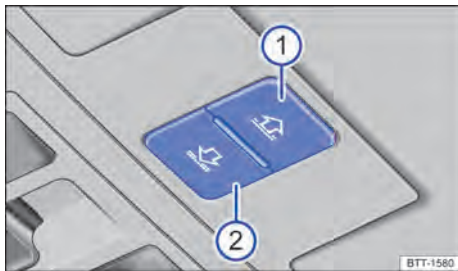

Fig. 121 No revestimento do teto: botões de comando da cortina de proteção solar.
Os botões → Fig. 121 (1) e (2) possuem dois níveis. No primeiro nível, a cortina de proteção solar pode ser totalmente ou parcialmente aberta ou fechada.
- Aproximadamente cinco segundos após a ativação do limitador de força, pressionar o botão → Fig. 121 (2) até que a cortina de proteção solar esteja totalmente fechada.